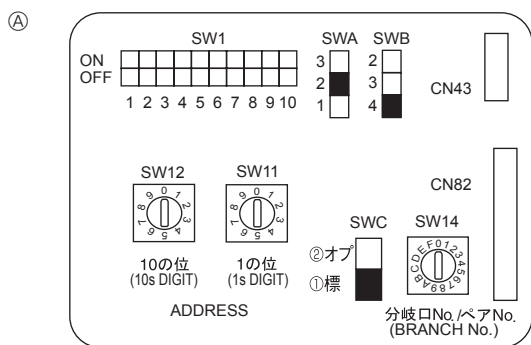

Fig. 5-4
5.5. Configuración de las direcciones (Fig. 5-4)
- ① Cómo configurar las direcciones
- ② Como configurar los números de ramal SW14
5.6. Ajuste del interruptor para techo alto o en el momento de cambio del número de salidas de aire (Fig. 5-4)
①	Estándar	③
④	4 direcciones	2,5 m	2,7 m	3,5 m
③	3 direcciones	2,7 m	3,0 m	3,5 m
②	2 direcciones	3,0 m	3,3 m	3,5 m
5.7. Captar la temperatura de la sala con el sensor incorporado en el mando a distancia (Fig. 5-4)